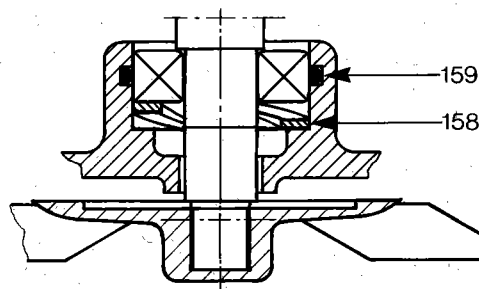

Fig. 1
O-ring, pos. 159, trykkes ned i recessen på statorén, og bølgefjeder, pos. 158, monteres, se fig. 1.